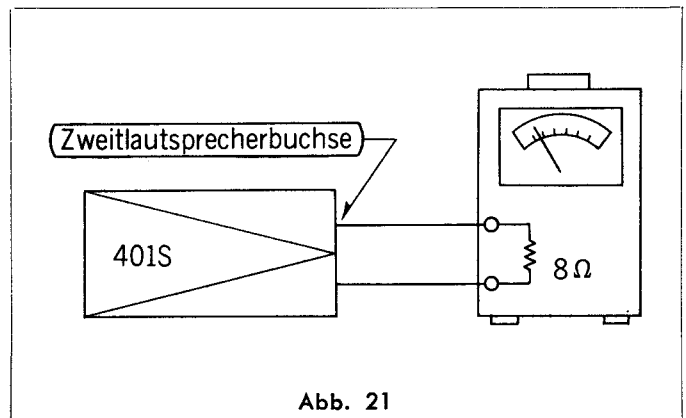

Abb. 21
Aufbau der Meßinstrumente: Siehe Abb. 21.
- Wie auf Abb. 21 ersichtlich, das Röhrenvoltmeter parallel zu einem 8Ω -Widerstand an die Zweitlautsprecherbuchse des Modell RQ-401S anschließen.